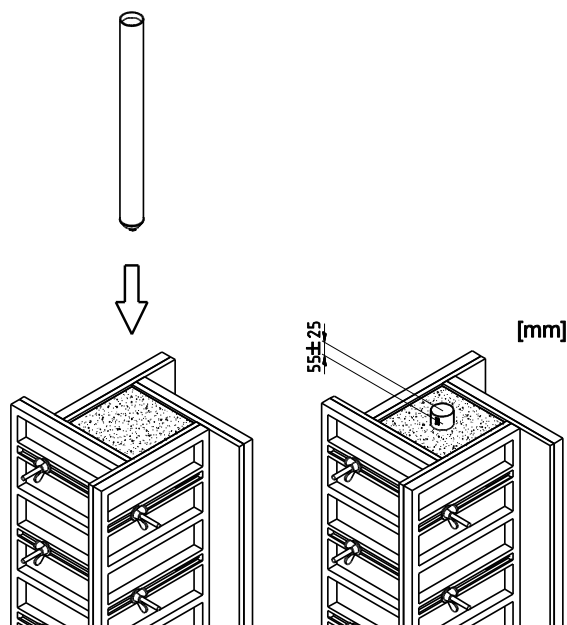

Bild 15. Placering av Ingjutningshylsa i betongpelare.
1. Håll betong i formen och placera Ingjutningshylsan överst i pelaren medans betongen fortfarande är våt. Säkerställ att hylsans överkant är 30-80 mm ovanför den övre ytan i pelaren, se Bild 15. Hylsan används som infästning till SkyReach Förankringsenhet.